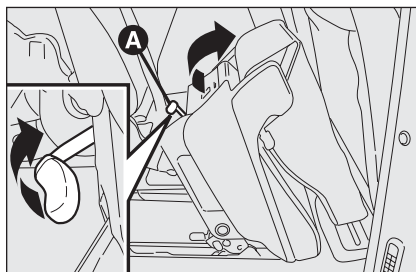

fig. 24
- ☐ bedien de handgreep **A**-fig. 24 en begeleid de stoel naar voren, zoals in de figuur is afgebeeld;